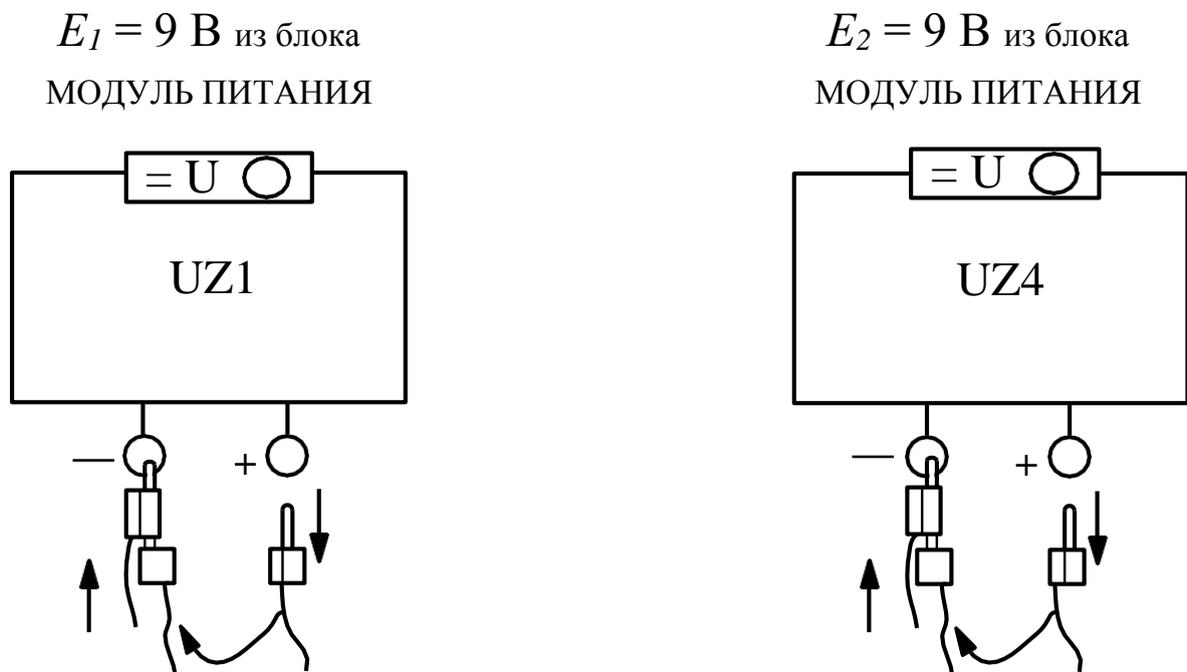

Рис. 2П
- Исключить из цепи э.д.с. **UZ4** (рис. 2П).
- Исключить из цепи э.д.с. **UZ1** (рис. 2П).